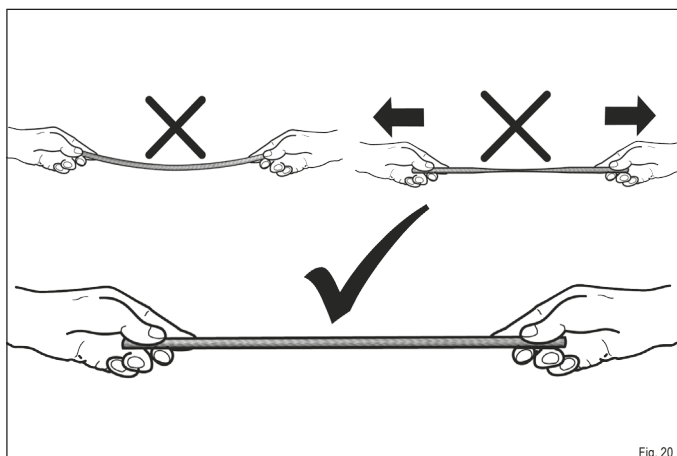

Fig. 20
- **Lors de l'installation du joint, veillez à ce qu'il ne soit pas étiré pas et soit légèrement comprimé (Fig. 20).**